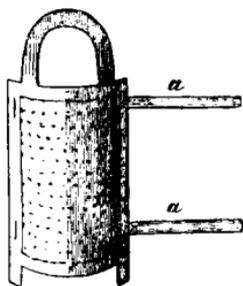

Рис. 128.
*Терка* (рис. 128). Вырѣзаютъ пластинку въ 7 сантиметровъ ( $1\frac{5}{8}$  вершка) длиною и въ 4 сантиметра (около 1 вершка) шириною. У одной изъ длинныхъ сторонъ пластинки оставляютъ еще двѣ узкія полосы (*a*), длиною въ  $2\frac{1}{2}$  сантиметра (1 дюймъ). На одной изъ короткихъ сторонъ